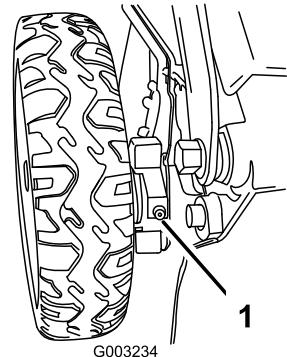

図 34
1. 後輪のすぐ内側にあるグリスフィッティングをきれいに拭く図 34。